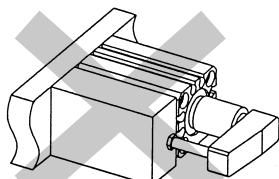

図1
①下記のような使用環境では使用できませんのでご注意ください。
②シリンダのピストンロッドに回転力を加えますと、作動不良、不回転精度の低下を招きますので、ご使用に際しては、必ず下記の事柄を守ってください。
- ①シリンダは必ず垂直に取付けて使用してください。(図1)